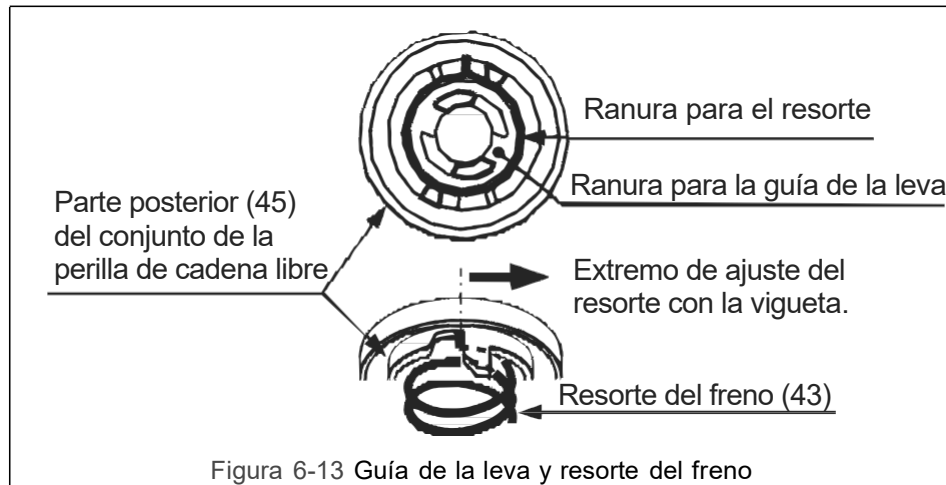

Figura 6-13 Guía de la leva y resorte del freno
- 1) Coloque el resorte (de color plateado) del freno (43) dentro de la ranura de la parte posterior del conjunto de la perilla de la cadena libre (45). Consulte la Figura 6-13. Como está indicado en la Figura 6-13, coloque el extremo del resorte próximo a la saliente de la perilla.